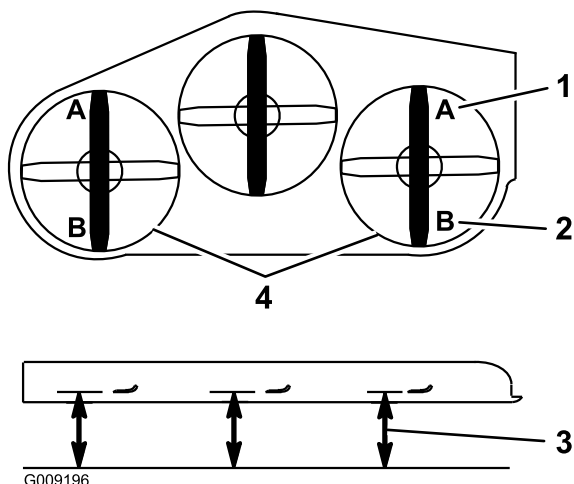

Figure 115
9. De chaque côté du tablier de coupe, mesurez la distance entre la surface plane et la pointe avant de la lame (position A), comme montré à la Figure 115.
15. De chaque côté du tablier de coupe, mesurez la distance entre la surface plane et la pointe arrière de la lame (position B), comme montré à la Figure 115.